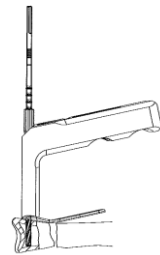

図 2
- 2) イメージ下でプレートの遠位縁が橈骨遠位掌側隆起部（Watershed line）に一致するように、プレートを正面像で尺側傾斜に合わせて設置し、1.3 ガイドピンを介して遠位端用 2.7 中空ドリル（ST）にてドリリングします。（図 2）